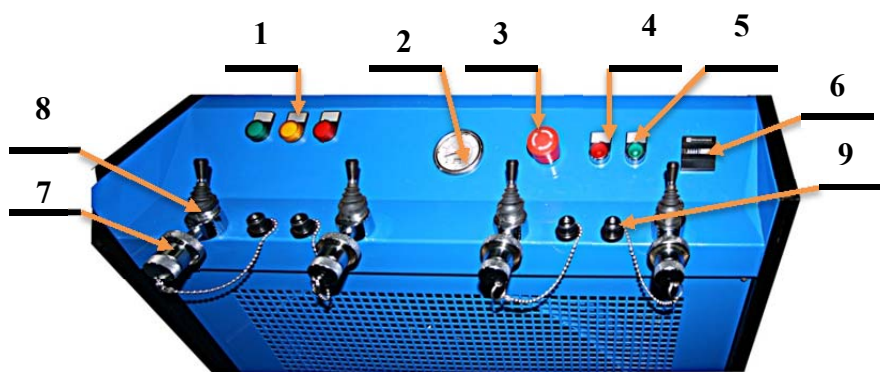
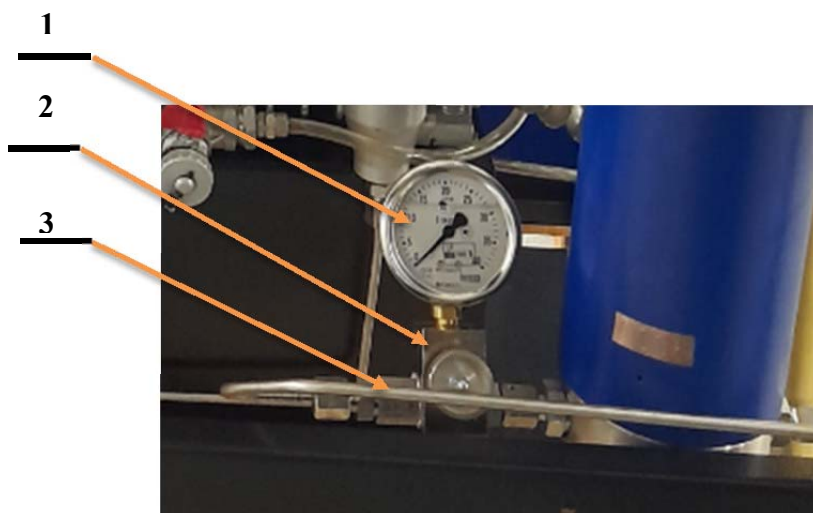

Рисунок 9 - Панель заправочная
Рисунок 15 - Обратный клапан и клапан сброса давления с манометром
- обратный клапан 3 (рисунок 15);
- клапан сброса давления 2 (рисунок 15) из фильтра тонкой очистки воздуха;
- манометры 2 (рисунок 9) и 1 (рисунок 15).
Кнопки управления расположены на панели заправочной компрессора (рисунок 9) и включают в себя следующие элементы: кнопка «ВКЛ» 5, кнопка «ВЫКЛ» 4, кнопка «АВАРИЙНЫЙ СТОП» 3.
Фильтр-картридж системы тонкой очистки снабжён датчиком влажности, сигнал от которого поступает в блок контроля состояния фильтра-картриджа. В зависимости от насыщения фильтра-картриджа влагой на внешней панели блока контроля загораются лампы-индикаторы 1 (рисунок 9) соответствующего цвета.
Обратный клапан 3 (рисунок 15) предназначен для предотвращения утечки уже отфильтрованного воздуха из фильтра тонкой очистки.
Клапан сброса давления 2 (рисунок 15) из фильтра тонкой очистки воздуха предназначен для сброса давления из корпуса фильтра тонкой очистки при проведении технического обслуживания компрессора, а также при замене фильтра-картриджа.
Манометр 1 (рисунок 15) предназначен для контроля давления в фильтрующей системе.
Для исключения случайной эксплуатации фильтра тонкой очистки без установленного фильтра-картриджа предусмотрена защитная система, блокирующая повышение давления. Кроме этого на панели заправочной (рисунок 9) и на блоке контроля состояния фильтра-картриджа (рисунок 10) загорается красный светодиод.